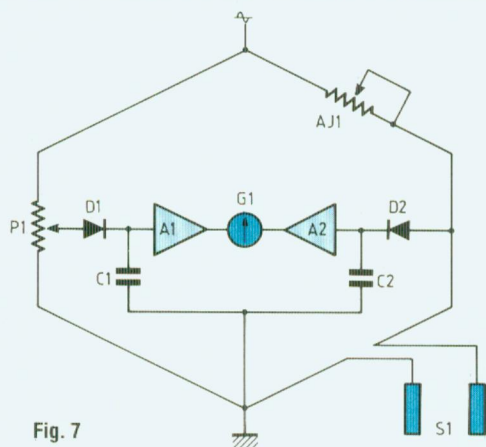

Fig. 7
Poursuivons avec ce numéro notre explication sur le pont de mesure en nous reportant au schéma de la figure 7. Nous voyons que les deux tensions continues sont appliquées chacune à l'entrée non inverseuse d'un amplificateur de type opérationnel monté en suiveur de tension. Lorsque les tensions en sortie de A1 et A2 sont d'égales valeurs, G1 indique zéro. Il nous reste donc à expliciter rapidement un tel montage. Soit le schéma de la figure (8) où l'alimentation est symétrique et l'entrée non inverseuse à connecter au point médian du pont d'équilibre. Il est utilisé comme